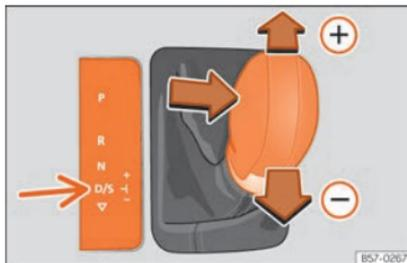

Abb. 259 Mittelkonsole: zu Tiptronic ändern.
- Ziehen Sie den Wählhebel nach vorn (+) um einen Gang hochzuschalten »» **Abb. 259**.